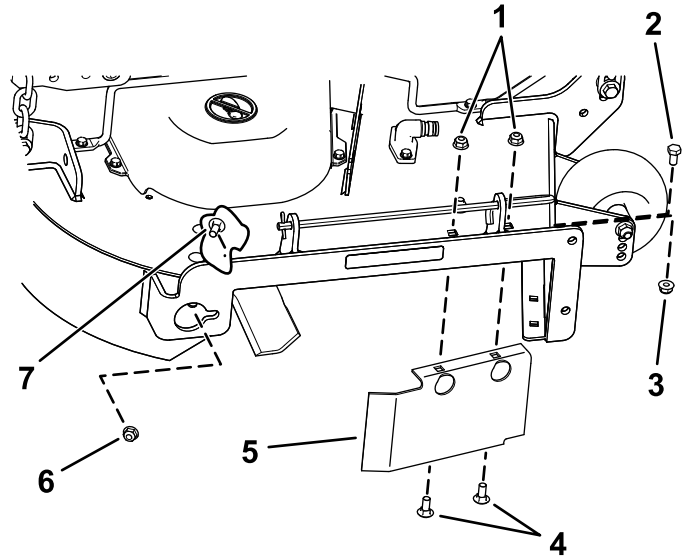

Bild 36
8. Entfernen Sie die Schlossschraube (5/16" x 3/4") und die Sicherungsmutter (5/16") an der Rückwand des Mähwerks, mit denen das Ablenkblech am Mähwerk befestigt ist (Bild 36).
9. Ermitteln Sie den Ablenkblechsenschutz an der vorderen Kante der Seitenauswurföffnung (Bild 36).
10. Entfernen Sie die Befestigungen, mit denen die Ablenkblechschutzvorrichtung und das rechte Ablenkblech am Mähwerk befestigt sind (Bild 36).